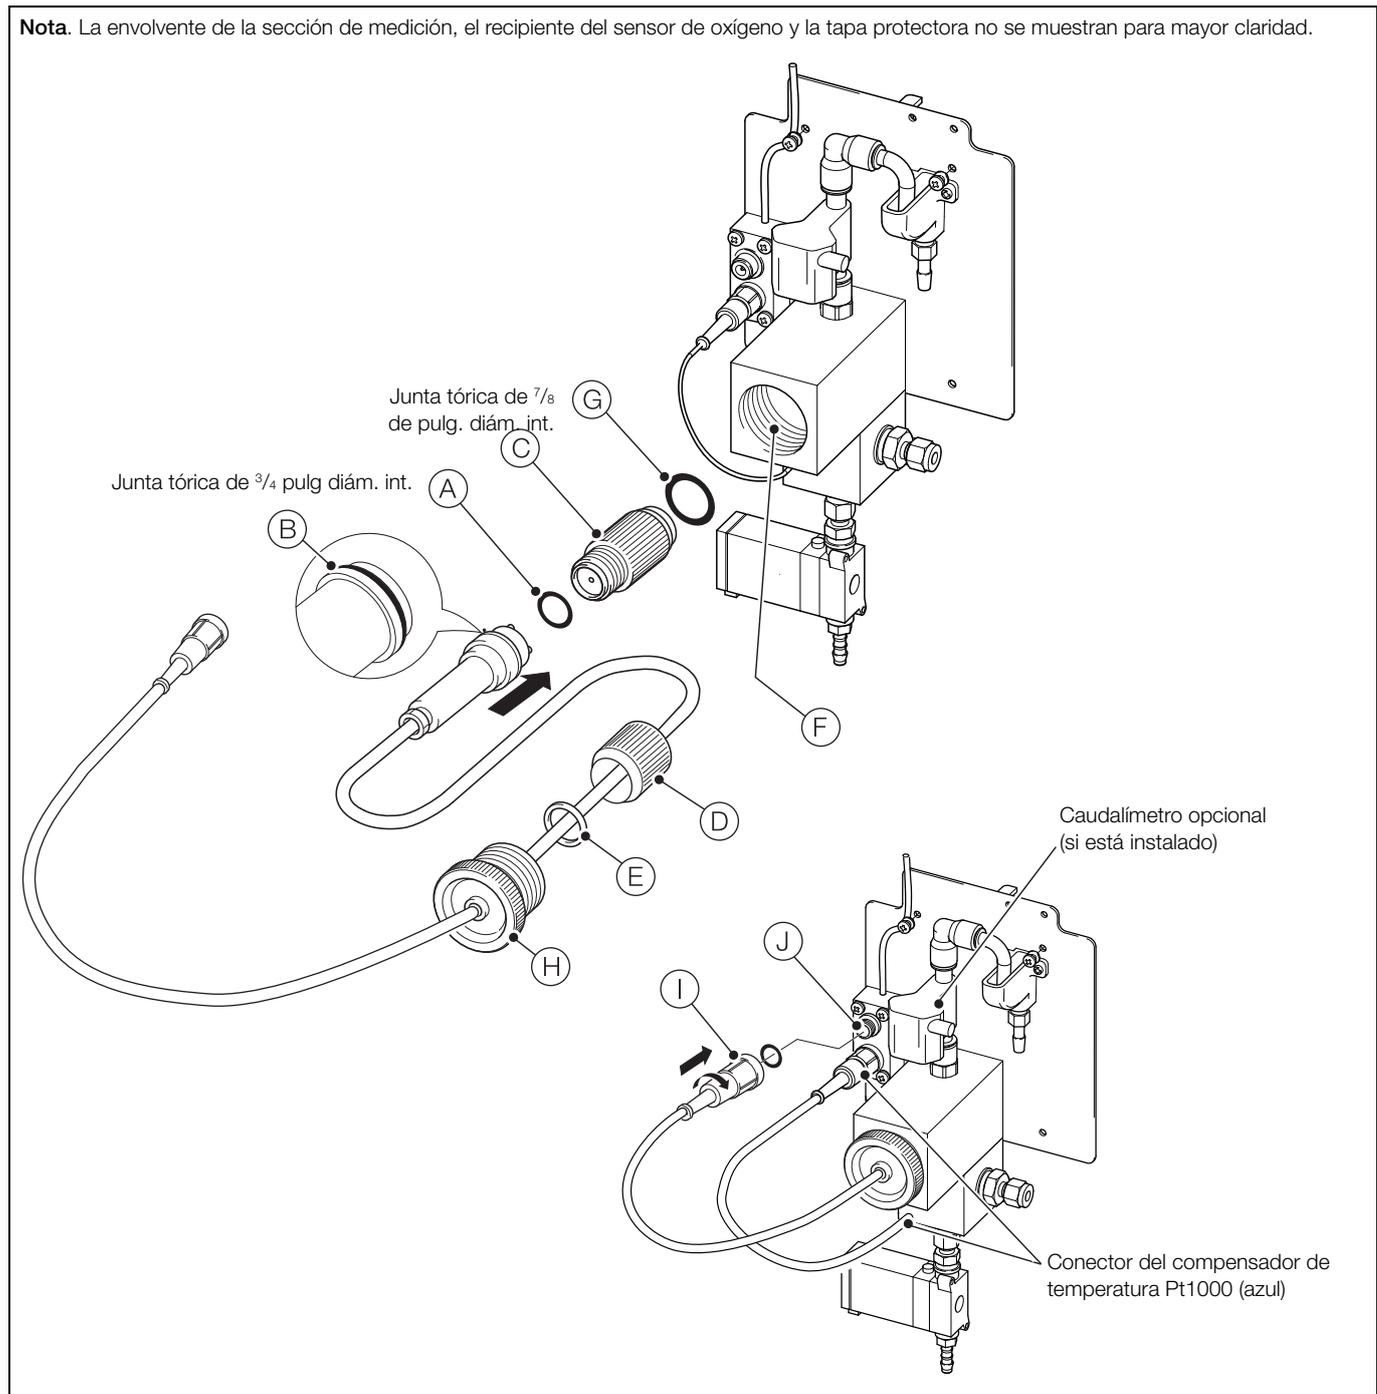

Fig. 4.1 Montaje y conexión del sensor de oxígeno disuelto: ADS550
- Fig. 4.1, página 22 para ADS550: